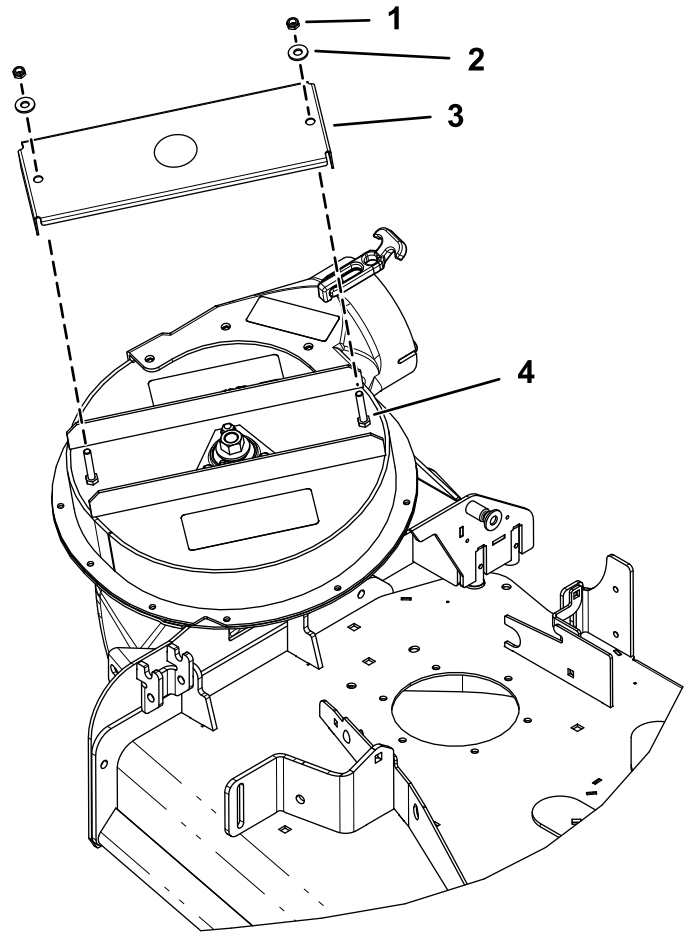

Figura 5
1. Retire las 2 tuercas y 2 arandelas que sujetan la cubierta del eje original al conjunto del soplador (Figura 5).
2. Retire y deseche la cubierta del eje original (Figura 5).